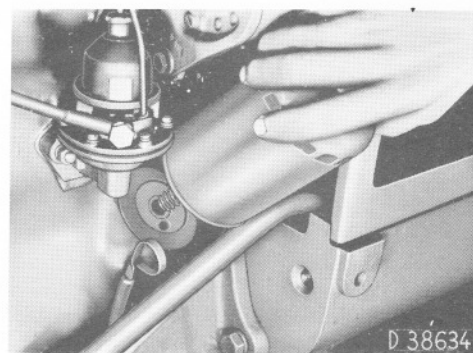

Figure 145 : Changer le filtre à huile
Le filtre à huile (fig. 145) est à renouveler toutes les 250 heures de fonctionnement (toutes les 2 vidanges) :
d) Dévissez l'élément filtrant avec le dôme du filtre en tournant vers la gauche (fig. 145) et mettez-les au rebut.